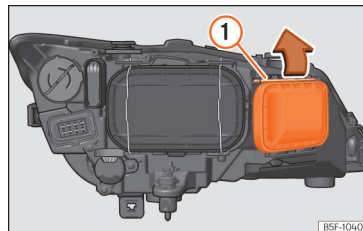

Fig. 57 Lampadina dell'indicatore di direzione.
- Far scorrere il tirante » fig. 57 ① nel senso della freccia e sfilare la chiusura.